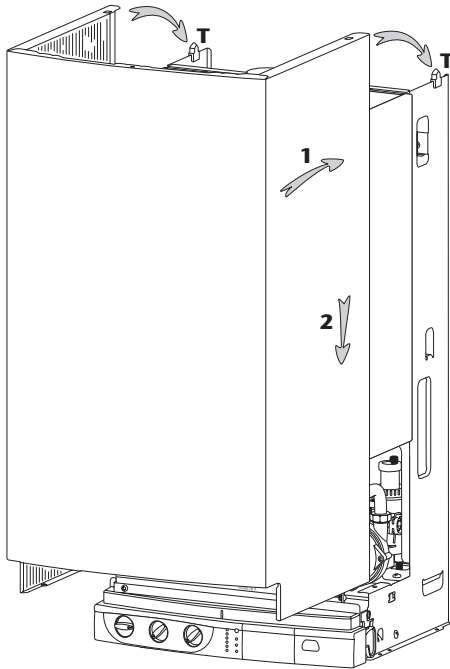

Fig. 20
- présenter l'habillage (fig. 20)
- engager les 2 encoches de côté sur les tenons **T** du chassis et placer l'habillage suivant 1 et 2 (fig. 20)